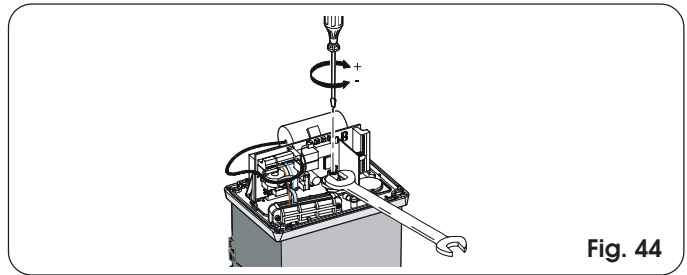

Fig. 44
- 2) Houd de motor as geblokkeerd met een engelse sleutel en draai aan de stelschroef van de koppeling met een inbusleutel of schroevendraaier zoals op fig. 44. Om het koppel te verhogen, draait u de schroef met de klok mee. Om het koppel te verminderen, draait u de schroef tegen de klok in.